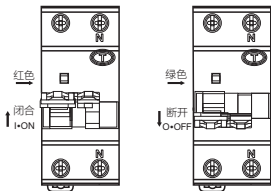

图2 产品闭合、断开状态指示
5.1 安装前先检查断路器标志与所使用的工作条件是否相符；闭合、断开状态指示如图2。